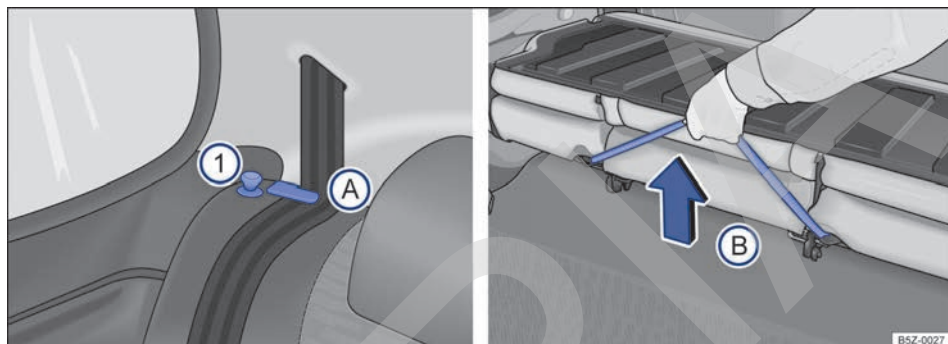

Fig. 74 Asiento trasero: pasadores de desbloqueo (1); posicionador para las bandas de los cinturones (A); manija para desbloqueo del conjunto del piso (B).
- Encaje las bandas de los cinturones de seguridad en sus respectivos posicionadores ⇒ **fig. 74 (A)**.
- Levante el pasador ⇒ **fig. 74 (1)** de desbloqueo de ambos lados hacia arriba, mientras que abate el respaldo del asiento trasero hacia adelante.
- Tire de la manija ⇒ **fig. 74 (B)** para desbloquear el conjunto del piso y, al mismo tiempo, levántelo **con cuidado** hacia los asientos traseros.
- Sujete el asiento trasero de la manija ⇒ **fig. 74** **B** y, suéltelo desde una altura de 15 cm.
- Retire las bandas de los cinturones de seguridad de los posicionadores ⇒ **fig. 74** **A**. Para los vehículos con cinturones de tres puntos fijos, vuelva a colocar las lengüetas en los cierres correspondientes.